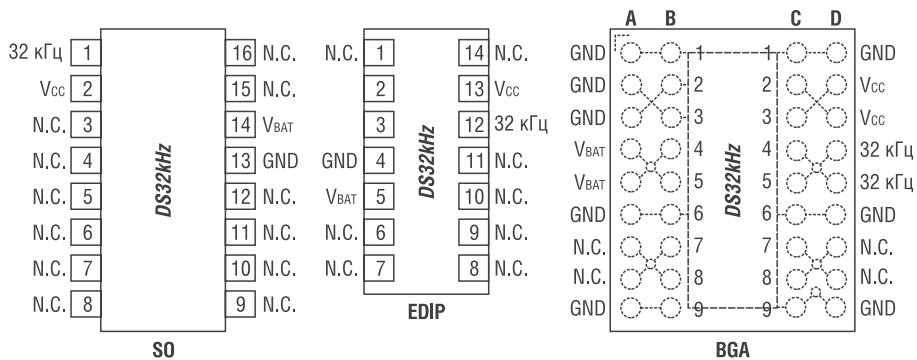

Рис. 3. Варианты исполнения корпусов микросхемы DS32KHZ
- 3 варианта исполнения корпусов: BGA, SO, EDIP представлены на рис. 3.